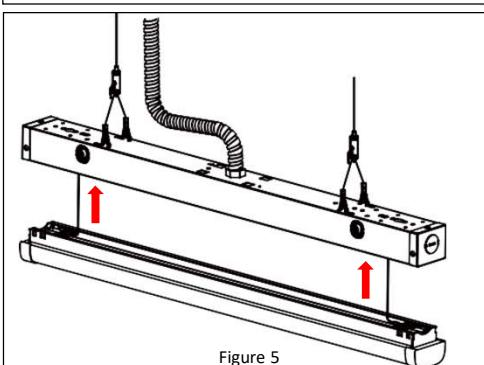

Figure 5
10. Refermez le luminaire en poussant soigneusement le diffuseur dans le corps du luminaire. Veillez à ne pas pincer les fils. *Reportez-vous à la Figure 5.*